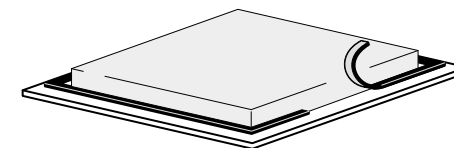
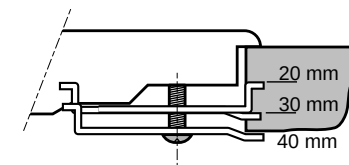

fig. 9
fig. 10
- Zaag een gat in het aanrechtblad met de afmetingen zoals aangegeven in de illustraties 5 en 6. Plak de strookjes kit aan de onderkant van de kookplaat (zie fig. 9) en plaats deze in het gezaagde gat. Zet de kookplaat vast in het aanrechtblad door de 4 klemmen aan te draaien (zie fig. 10).